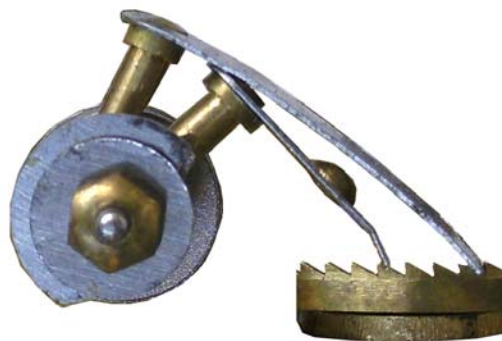

Abbildung 15
- Die Gabel zeigt nach links: Siehe Abbildung 15. Die Klinken **B** und **C** sind $3\frac{2}{3}$ Zähne voneinander entfernt.